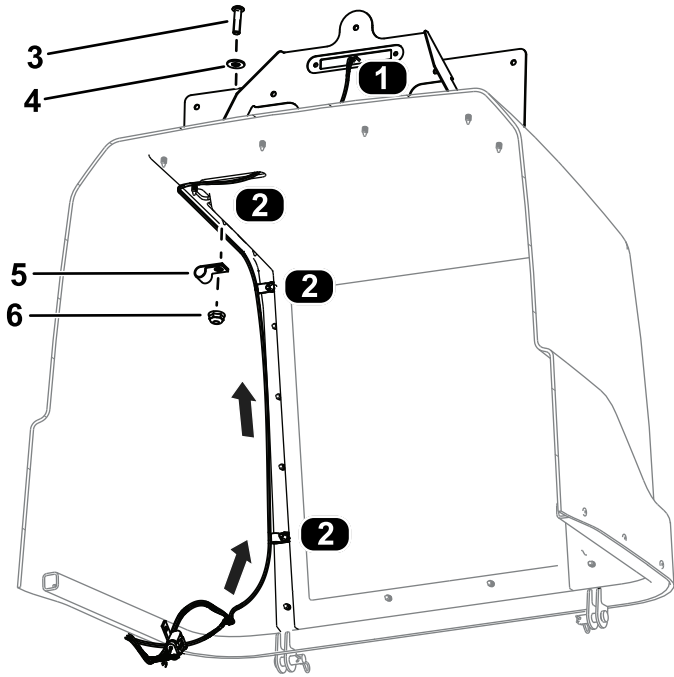

Figure 38
- Faites passer le connecteur de faisceau étiqueté LICENSE LIGHT (J01, J02) dans le capot et branchez-le à l'éclairage de la plaque d'immatriculation (Figure 38).
- Fixez le faisceau au capot avec 3 vis à tête creuse hexagonale (1/4" x 1"), 3 rondelles plates, 3 colliers et 3 écrous à embase (1/4"), comme montré à la Figure 38.